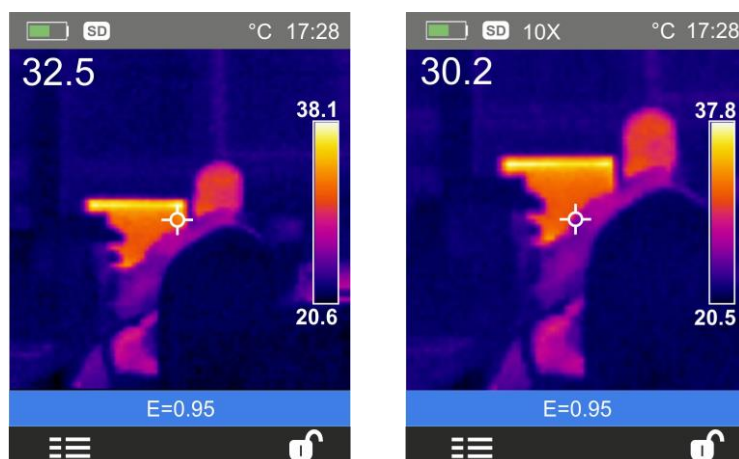

Fig. 6: Configuración Zoom de la imagen
1. Encuadre el objeto en prueba (vea Fig. 6 – Parte izquierda) y pulse la tecla  para el número de veces que se desea realizar el zoom de la imagen. Cada pulsación incrementa la dimensión de la imagen del 10% respecto al original. El instrumento presenta el valor del zoom en la parte superior del visualizador (vea Fig. 6 – Parte derecha relativa a un zoom x10). Las opciones posibles son: **1x ÷ 32x**